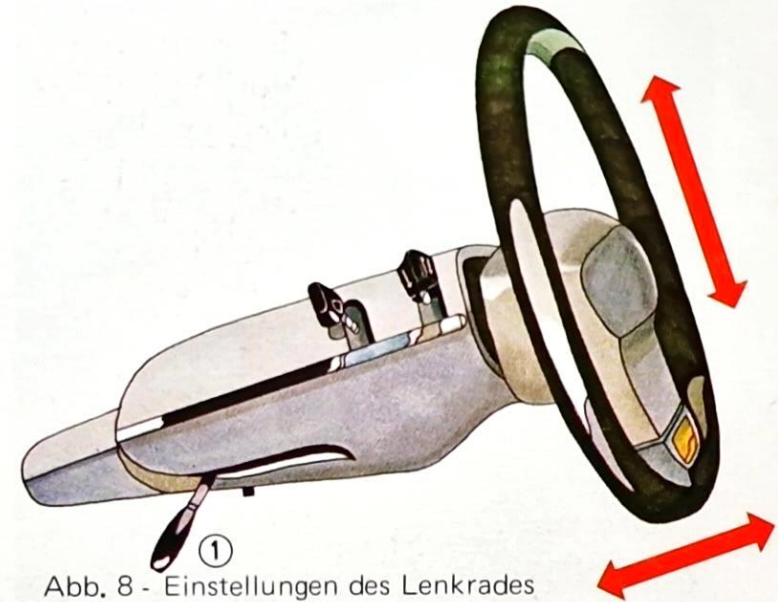

Abb. 8 - Einstellungen des Lenkrades
**Einstellung des Lenkrades (Abb. 8)**